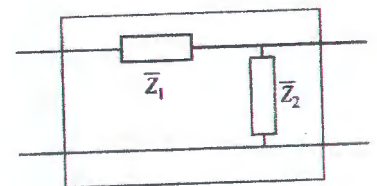

Figure 3
- 3-Déduire la matrice de transfert ( $T$ ) du quadripôle représenté sur la figure 3.